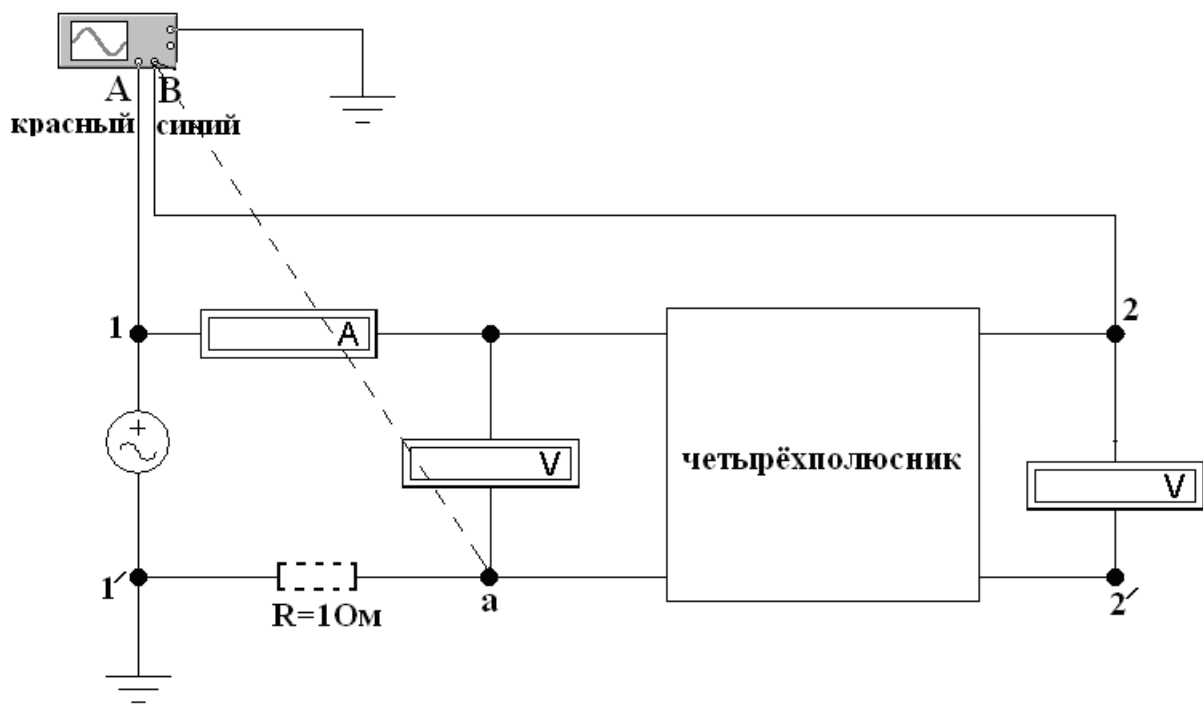

Рисунок 1.9
1.2.1 Собрать электрическую схему (см. рисунок 1.9) заданного четырёхполюсника в режиме холостого хода согласно заданному варианту.